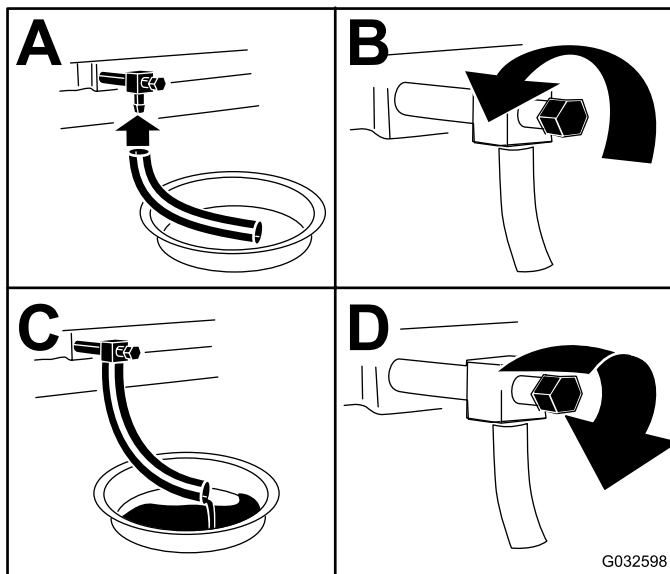

Figure 44
3. Avant de quitter la position d'utilisation, coupez le moteur, retirez la clé de contact et attendez l'arrêt complet de toutes les pièces mobiles (**Figure 44**).
4. Vidangez l'huile moteur, comme montré à la **Figure 44**.